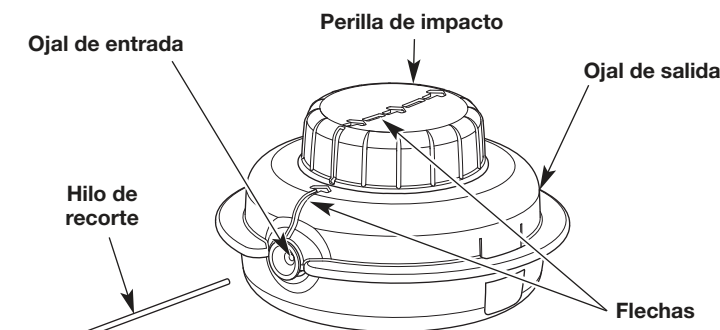

Fig. 17
- Gire la perilla de impacto en sentido contrario a las agujas del reloj para alinear las flechas (Fig. 17).
- Inserte el nuevo hilo de recorte en el ojal de entrada (Fig. 17). Oprima el hilo a través del cabezal de corte hasta que sobresalgan unas pulgadas por el ojal de salida. Tire del hilo hasta que los extremos tengan la misma longitud.